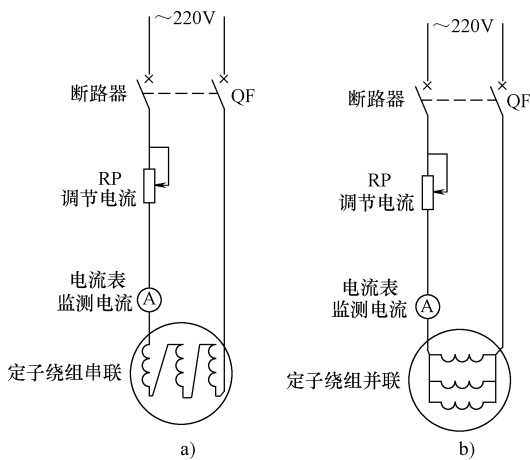

图 2-62 单相电流干燥法
2) 单相电流干燥法 如图 2-62 所示, 将三相绕组串联或并联后通入 ~220V 电源, 并串入变阻器, 以便调节变阻器来控制电流为额定电流的 60%~70% 之间, 绕组温度为 85℃ 左右, 如果超过 90℃ 以上, 应切断电源, 调整电位器 RP, 减小电流后再重新加热。